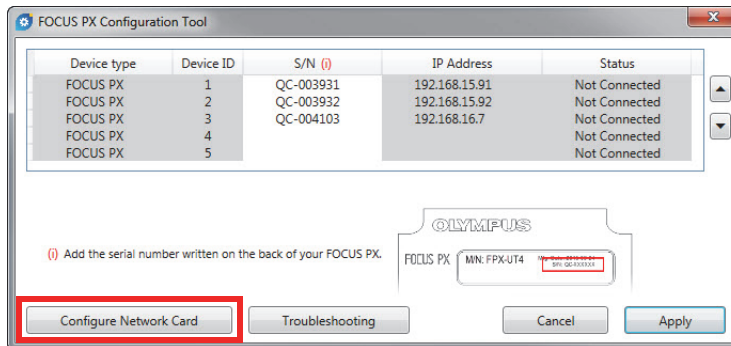

Figure 5-2 Démarrage de la configuration de la carte réseau
3. Cliquez sur **Configure Network Card** (Configurer la carte réseau) [voir la Figure 5-2 à la page 24].